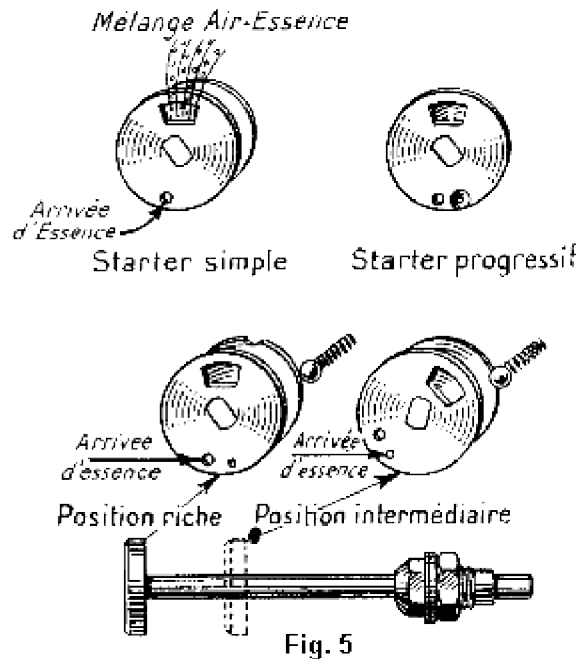

Fig. 5
L'action sur la tirette de starter provoque la rotation d'un jeu de glaces ne possédant qu'une position de richesse (avec ce modèle la commande doit être tirée à fond (starter en circuit) ou repoussée complètement (starter hors circuit). Ne jamais placer la tirette dans une position intermédiaire (fig. 5).
- Ouvert à demi (position repérée par un verrouillage du levier de starter), nettement moins riche, cette position est à utiliser lorsque le moteur est déjà tiède, soit après un certain temps de fonctionnement sur la position précédente, soit après arrêt lorsque le moteur n'est pas tout à fait froid (fig. 5).
La richesse du mélange varie suivant la position de la tirette, l'appauvrissement du mélange est réalisé progressivement pendant toute la course de la tirette (fig. 5).